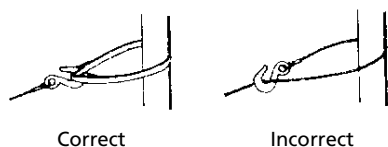

Figure 6
7. N'accrochez jamais le câble métallique à lui-même. Servez-vous d'une élingue en nylon (voir Figure 6). L'accrochage du câble métallique à lui-même peut endommager celui-ci. Lorsque vous utilisez une élingue, assurez-vous qu'elle est bien en place dans la partie recourbée du crochet.